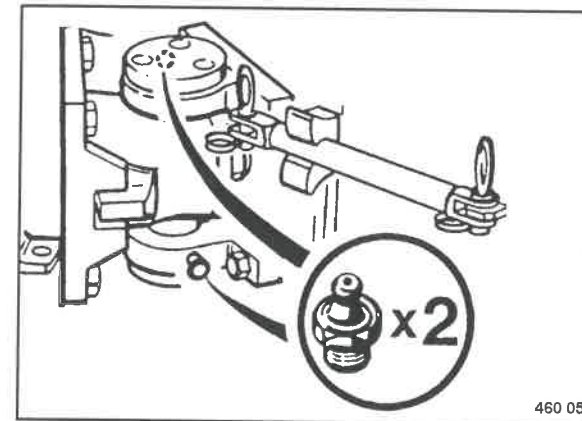

Fig. 95
- Pulire i nippoli per la lubrificazione (Fig. 95) e ingrassarli con grasso ad alta pressione mediante circa cinque pressate dell'ingrassatore a siringa.